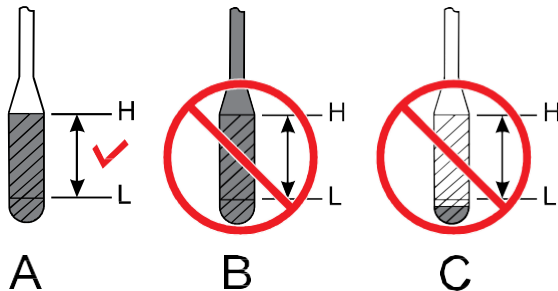

Рисунок 10. Масляный щуп двигателя
3. Снова вставьте масляный щуп, затем извлеките масляный щуп из держателя. Проверьте уровень масла, указанный на щупе (Рисунок 10).
4. Убедитесь, что уровень моторного масла находится между отметками H и L на маслоизмерительном щупе, как показано на рис. 10А.
5. Если уровень моторного масла низкий (Рисунок 10С), снимите крышку маслоразливной горловины (Рисунок 11) и долейте до безопасного рабочего уровня (макс.), указанного щупом (Рисунок 10А).
При добавлении моторного масла. НЕ переполняйте (Рисунок 10В)